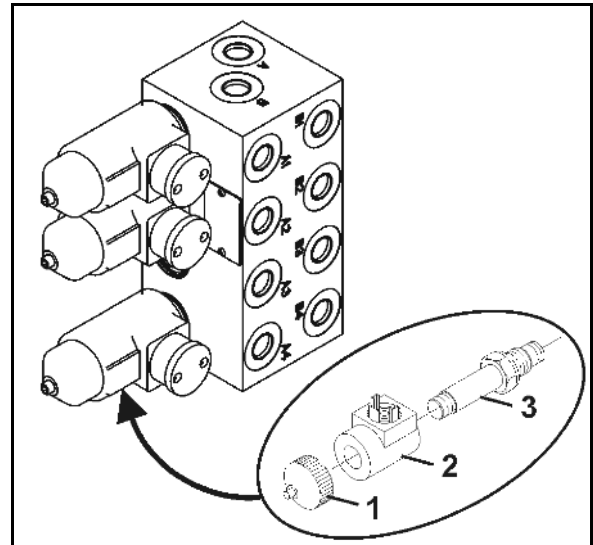

Fig. 98
2. Magnetkappe (Fig. 98/1) abschrauben.
3. Magnetspule (Fig. 98/2) abnehmen.
4. Ventilstange (Fig. 98/3) mit Ventilsitzen herausdrehen und mit Druckluft oder Hydrauliköl säubern.